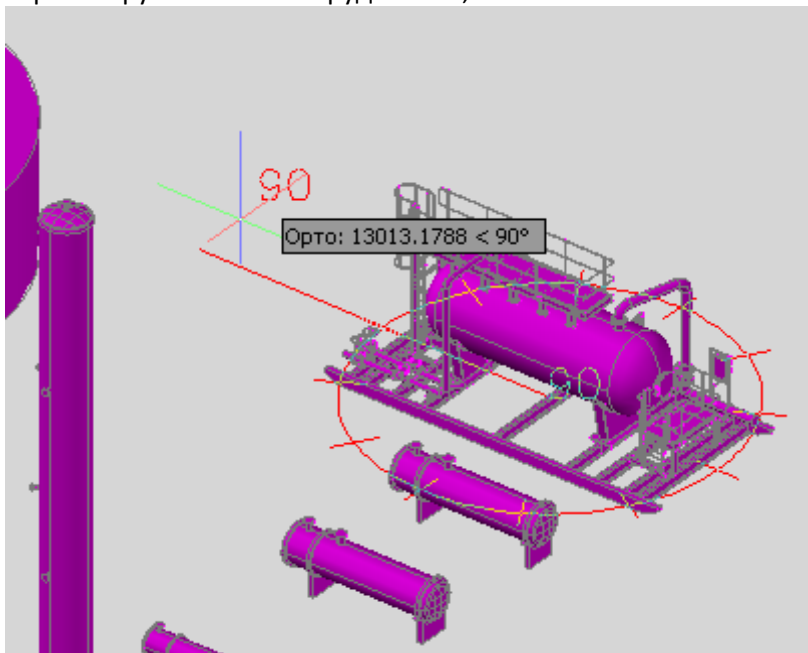

Рис. 101
- Сориентируйте новое оборудование, как показано на Рис. 101.